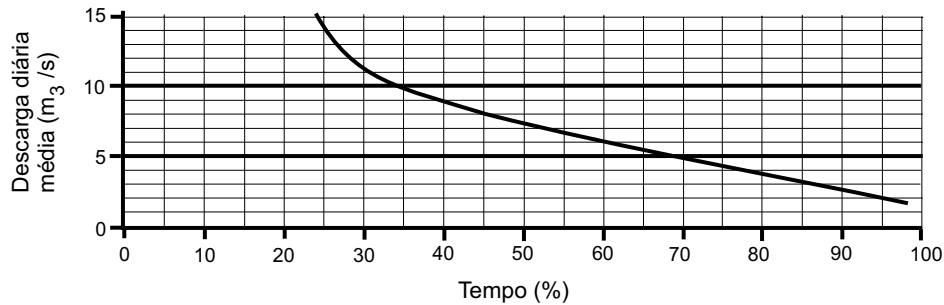

Figura 1 – Curva de permanência de vazões no Local A
* No local A, está-se prevendo a implantação de uma PCH (Pequena Central Hidrelétrica). O aproveitamento hidrelétrico será feito por duas turbinas hidráulicas idênticas com seus respectivos geradores. A vazão total derivada será igual ao valor da Q_{95} (vazão que tem a permanência de 95% do tempo). A curva de permanência das vazões para este local está apresentada na Figura 1. A altura de queda bruta adotada para o dimensionamento da turbina é de 113,00 m, e a perda de carga total é de 2,0 m.